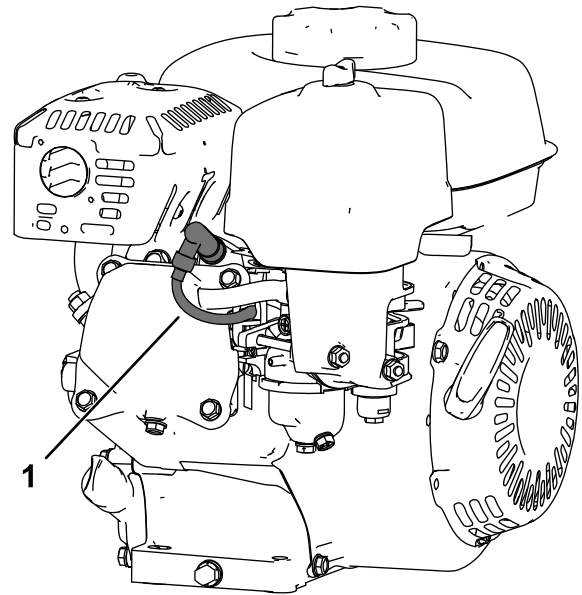

Figure 29
5. Débranchez le fil de la bougie (Figure 29).